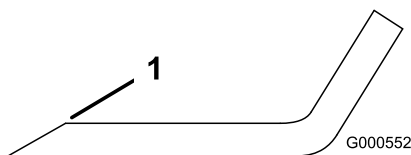

**Bild 62**
- Schärfen Sie die Schnittkante an beiden Enden des Schnittmessers mit einer Feile (Bild 62).
**Hinweis:** Feilen Sie, wenn das Schnittmesser nicht ausgewuchtet ist, vom Flügelbereich des Messers etwas Metall ab (Bild 62).